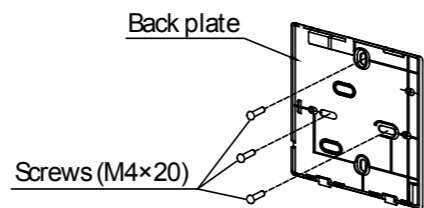

Fig 3-3
- Voor opbouwmontage bevestigt u de achterplaat aan de muur met de 3 schroeven (M4x20) en pluggen. (Afb.3-3)